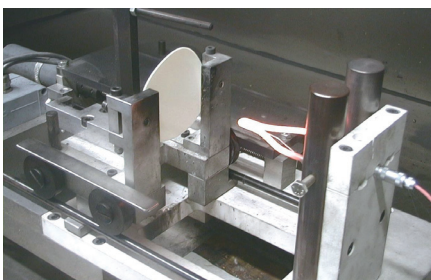

Abbildung 3: Beispiel Glühdrahtprüfung
- Der GWFI ermittelt das Verhalten bezüglich des Erlöschens/Nachbrennens des Materials bei einem offenen Brand/Feuer mittels eines heissen Glühdrahtes. Das entspricht dem Test des Nachbrennverhaltens nach UL 94. Beim GWFI-Test (siehe Abbildung 3) darf das Material bei 850 °C zwar entzünden, muss aber nach weniger als 30 Sekunden nach Entfernen des Glühdrahtes wieder erlöschen. Das Material wird als Platten in verschiedenen Dicken nach IEC 60695-2-12 getestet. Der Werkstoff muss diese Bedingung erfüllen, damit eine Zulassung erfolgt.